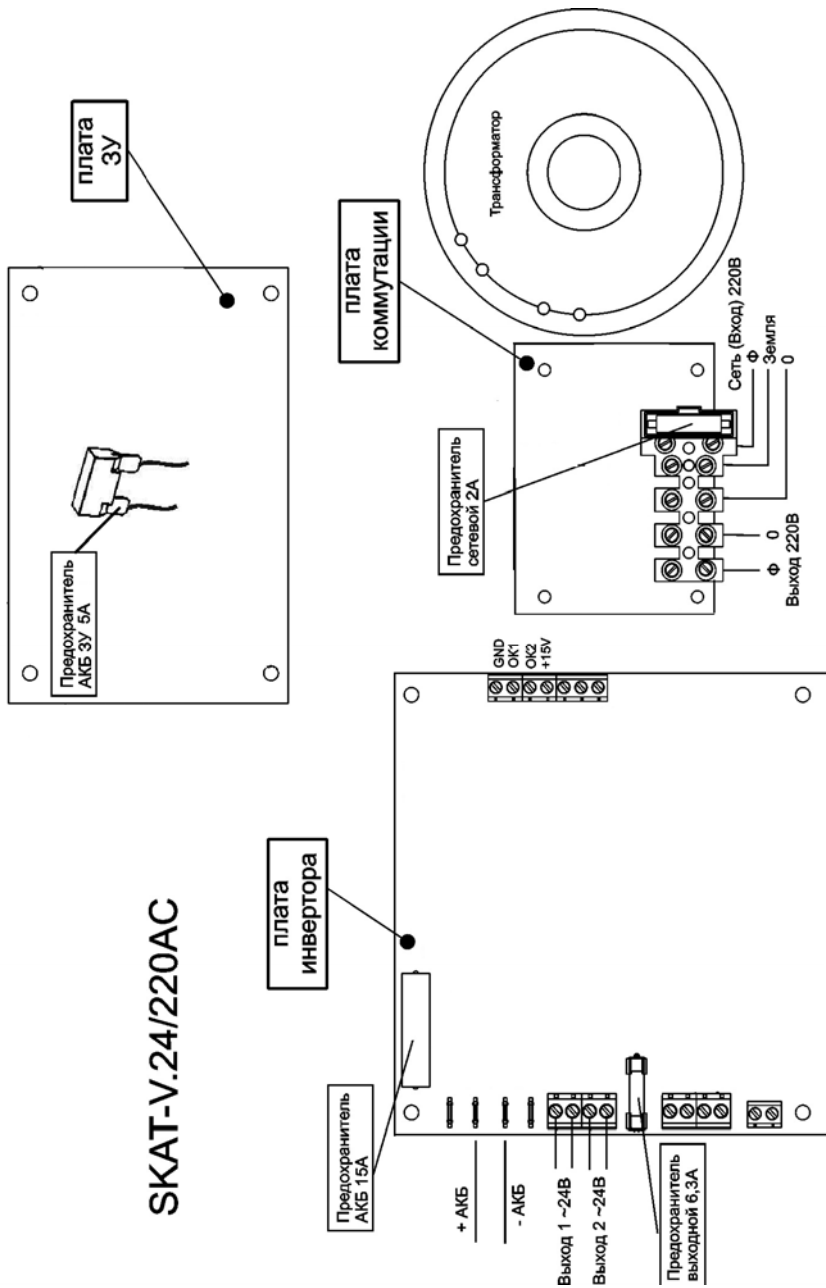

Рисунок 1 - Элементы коммутации и управления изделия
Изделие состоит из следующих конструктивных элементов (см. рис.1):
- Предохранители изделия (см. рис.1):
В основном режиме работы питание изделия осуществляется от сети 220 В, 50 Гц, **а в режиме резерва** — от АКБ с номинальным напряжением 24 В. Для полного отключения изделия (перевода его в состояние консервации) необходимо: извлечь из колодки платы коммутации держатель с предохранителем сетевым, отсоединить АКБ (см. рис. 1).
Произвести подключение соединительных линий к клеммам изделия (см. рис.1) в следующей последовательности: